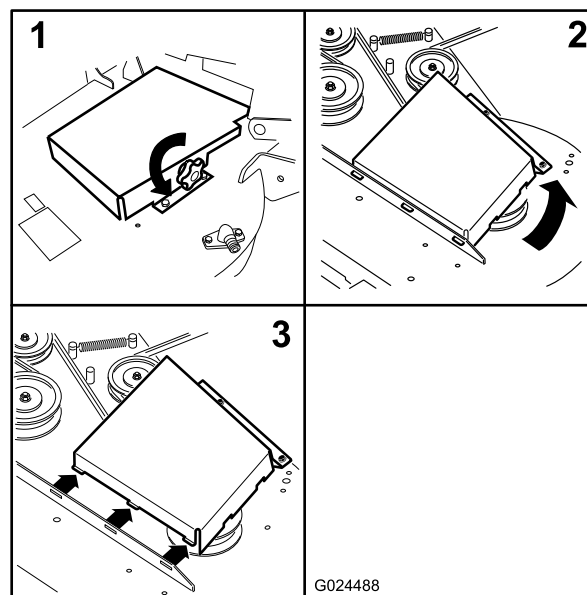

Figure 62
5. Retirez les couvercles de courroie (Figure 62).